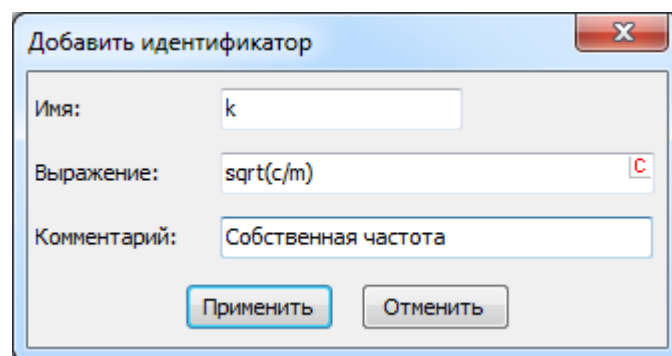

Рис. 2.16. Добавление идентификатора
- В появившемся окне **Добавить идентификатор** введите данные, как показано на рис. 2.16 (sqrt – обозначение квадратного корня).